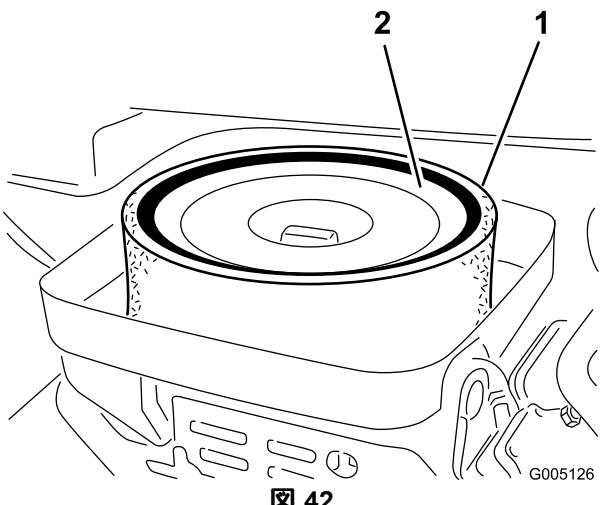

図 42
- スポンジ図42を点検し、汚れていればペーパーエレメントから外す。以下の要領で丁寧に清掃してください